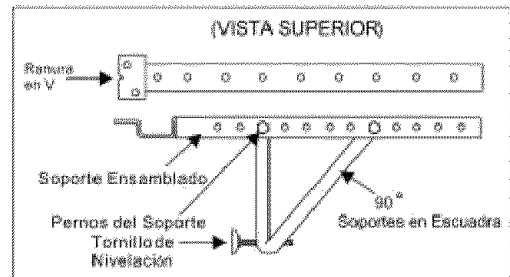
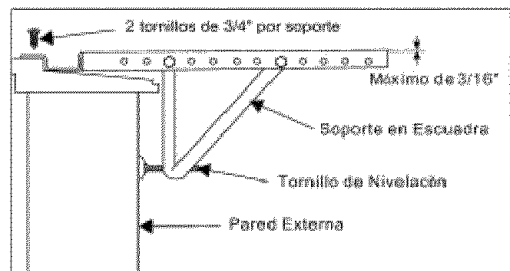
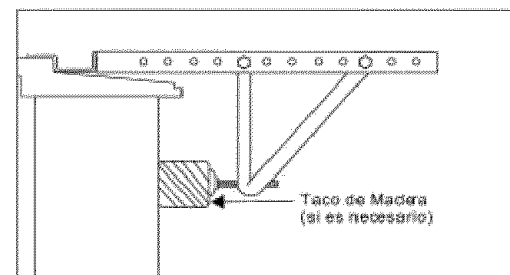

Fig. 5
Fig. 7
Fig. 8
A. Sujete el soporte horizontal a los soportes en escuadra (Fig. 5) con 2 pernos de 1 1/2". Hay dos pernos por soporte. Asegúrelos con las 2 arandelas de presión de 1/4" y las 2 tuercas de 1/4". NO ajuste estos pernos de inmediato ya que es posible que sea necesario ajustar la distancia del soporte ensamblado, dependiendo de la profundidad del umbral de la ventana. Vea la (Fig. 7). Instale los dos tornillos de nivelación en los soportes en escuadra. A modo de prueba, coloque el soporte ensamblado en la ventana antes de instalar el gabinete. Si los tornillos de nivelación están demasiado lejos de la pared como para proporcionar estabilidad, es probable que sea necesario complementar dicha área con un taco de madera. Vea la (Fig. 8).
C. Para permitir una descarga adecuada de la condensación, será necesario ajustar la inclinación de los soportes en la ventana. Para ello, ajuste la distancia del tornillo de nivelación en la pared exterior. La inclinación máxima no deberá ser superior a 3/16". Vea la (Fig. 7).
Utilice un taco de madera para proporcionar estabilidad. Esto será necesario cuando el umbral de la ventana sobresalga mucho del plano de la pared. Vea la (Fig. 8).
C. Asegúrese de que el gabinete esté levemente inclinado hacia abajo en la parte externa. Si es necesario vuelva a ajustar el soporte, tal como se indica en la Fig. 7.